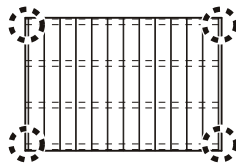

図3-11 ワイヤー取付け箇所(縦張り)
- ①飛散防止ワイヤーを大引のV溝に【3-2】、【3-3】で取付けてください。
- ②飛散防止ワイヤーを躯体に【3-1】、【3-3】で取付けてください。
- 飛散防止ワイヤーは両端の大引に取付けてください。(図3-11、3-12参照)